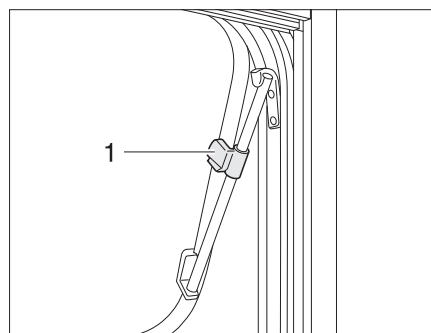

Fig. 36 Finestra apribile con deflettori a rotazione, aperta
- Aprire la finestra apribile fino alla posizione desiderata e fissarla mediante il pomello zigrinato (Fig. 36,1).
- Ruotare il pomello zigrinato (Fig. 36,1) fino a che l'arresto viene sbloccato.